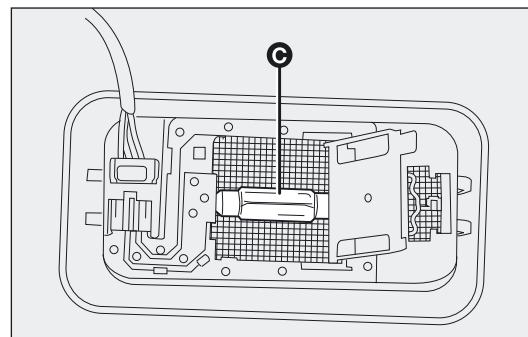

fig. 165
- ☐ maak de lamp C-fig. 165 los uit de veercontacten aan de zijkant en vervang hem; plaats de nieuwe lamp en controleer of de nieuwe lamp goed vastzit in de veercontacten;